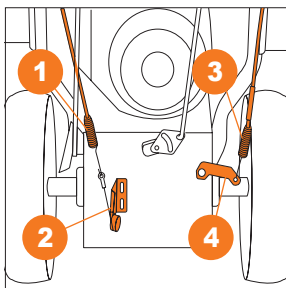

Рис. 4.1
- Зацепите левый тросик привода на колеса **1** в специальном кронштейне **2** в нижней части машины (Рис. 4.1).
- Зацепите правый тросик привода на щетку **3** в специальном кронштейне **4** в нижней части машины (Рис. 4.1).